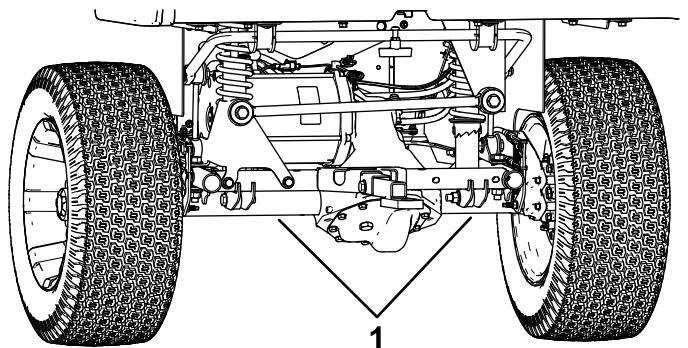

Figura 30
- El punto de elevación de la parte trasera de la máquina está debajo de los tubos del eje (Figura 30).